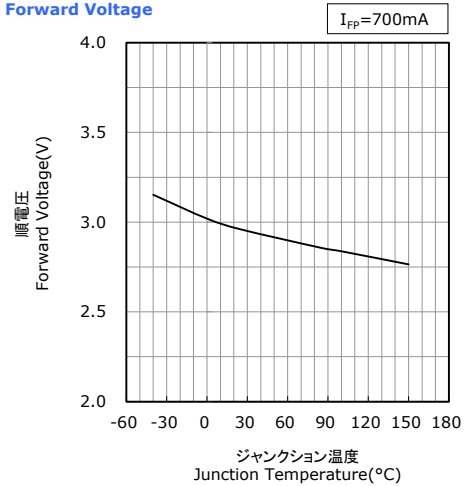

図 3. 温度特性例^{※1}
- ②温度特性: 製品定格電流値におけるジャンクション温度-順電圧特性(次頁 図 3 参照)